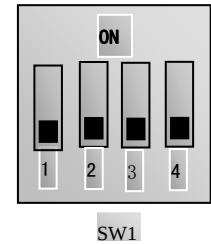

图 4-4
- (2) 按方式键，进入编程菜单。
- (3) 设置变频器的功能参数：
- ①进入 F203 参数，设置为 1，选择模拟通道 AI1，0~5V 电压给定；
- ②进入 F208 参数，设置为 1，选择方向端子（OP5 设置为自由停机，OP6 设置为正转；OP7 设置为反转）控制运行；
- (4) 对于变频器控制端子排附近有一四位红色拨码开关 SW1，如图 4-4 所示。拨码开关的作用是选择模拟量输入端子 AI1/AI2 的电压输入范围（0~5V/0~10V）或电流型模拟量输入。实际使用时通过 F203 来选择模拟量输入通道。按图示把开关 1 和 3 拨到 OFF 位置，选择 AI 通道 0~5V 电压调速。